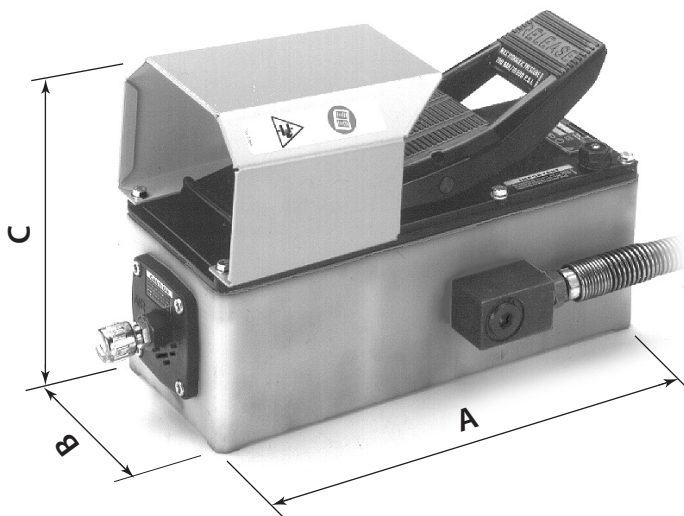

FIG. 1
1. CARATTERISTICHE GENERALI (Rif. a Fig. 1)
- Dimensioni: lunghezza (A) 320 mm (12.6 in.)